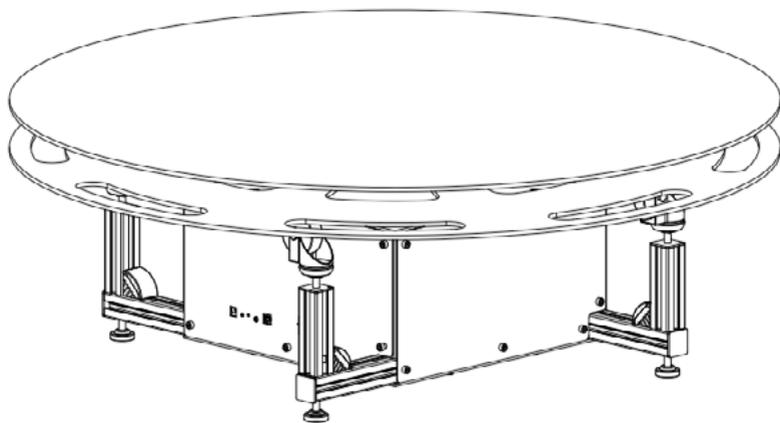

Рисунок 5
4. Положите на металлический диск отражающую поверхность (рисунок 5).